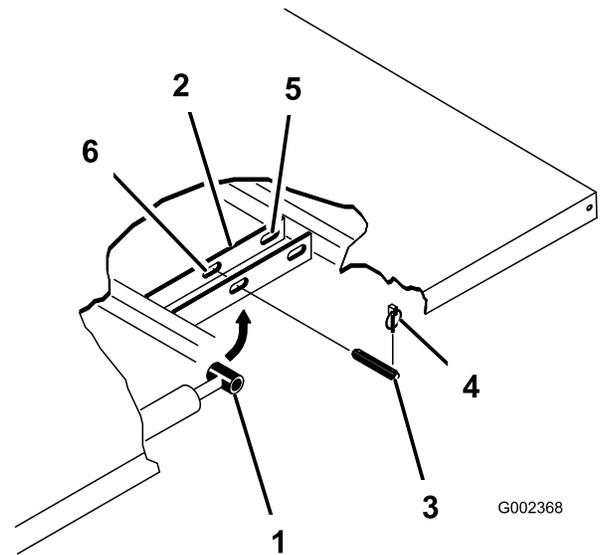

Bild 34
2. Nehmen Sie die Klappstecker von den äußeren Enden der Lastösenbolzen der Zylinderstange (Bild 34) ab.